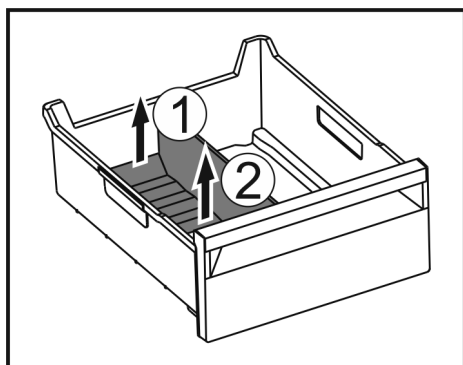

Fig. 138
- ▶ Soulever la partie arrière du séparateur de congélateur. Fig. 138 (1)
- ▶ Retirer le séparateur de congélateur par le haut. Fig. 138 (2)